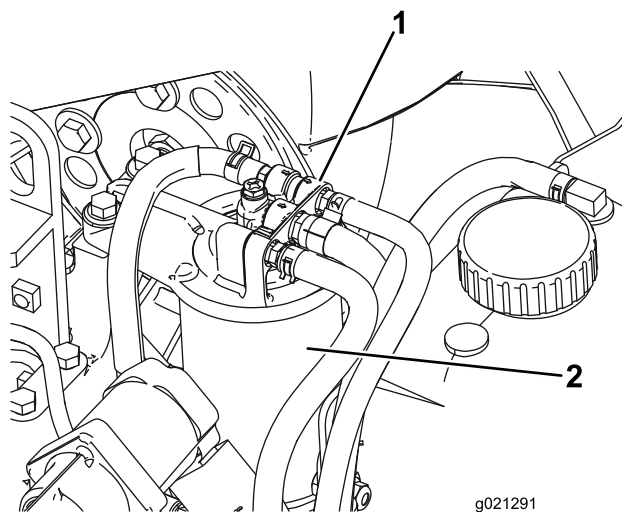

図 87
1. 燃料フィルタヘッドの周囲をきれいに拭く図 87。
2. フィルタ容器を外してヘッド取り付け部をきれいに拭く図 87。